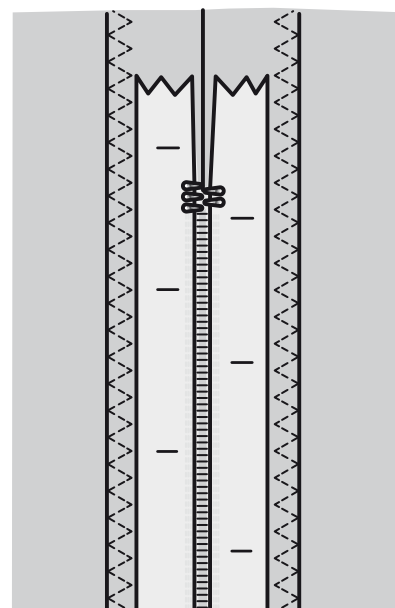

Fig. 1
2. Ri den resterende del af sømmen sammen på det sted, hvor lynlåsen skal placeres. Pres sømrummet åbent. Læg lynlåsen med retsiden mod det pressede åbne sømrum, så lynlåslukningen vender mod indsnittet. Sæt lynlåsen fast på retsiden med knappenåle, så den sidder fast (se fig. 1).